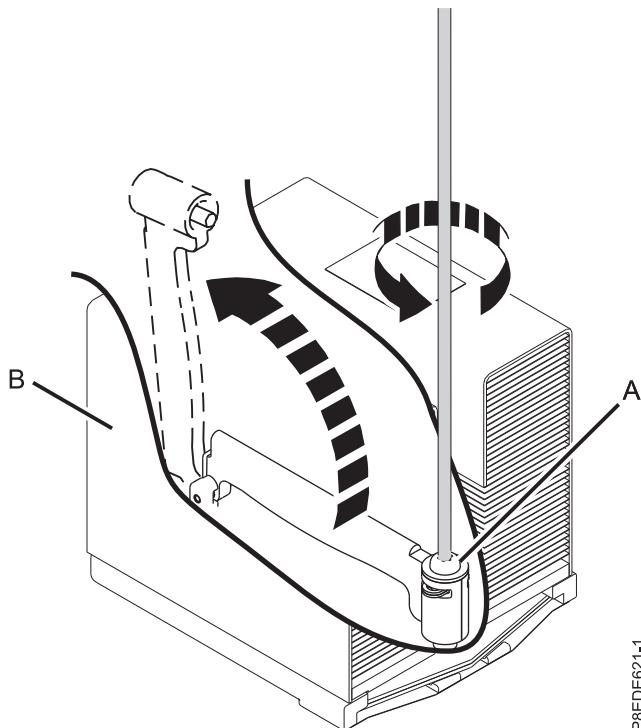

図 5. ヒート・シンク・ロード・アームのねじを締める
6. 提供されている T ハンドル T20 Torx ドライバー (部品番号 00LR425) を使用して、取り外すシステム・プロセッサー・ヒート・シンク (B) のロード・アームねじ (A) を緩めます。ロード・アームが、8 ページの図 5 に示す方向に旋回して上がります。